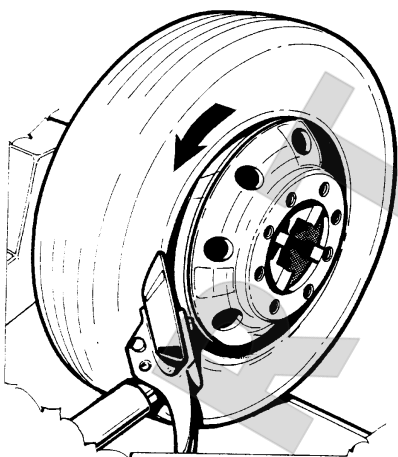

Рис.19
1. Установите диск разбортировщика или ролик для бескамерных шин (опция), как показано на Рис. 19 и 20.